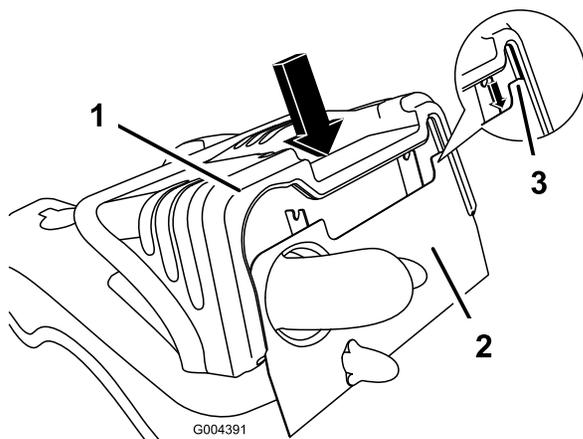

Figura 27
- Per montare il cofano allineate l'intaglio del cofano con il telaio, e abbassate con cautela il cofano sul telaio (Figura 27). Prima di premere il cofano del motore, verificate che il telaio sia inserito correttamente nell'intaglio presente sul cofano. Premete con cautela per inserire il perno di fissaggio.